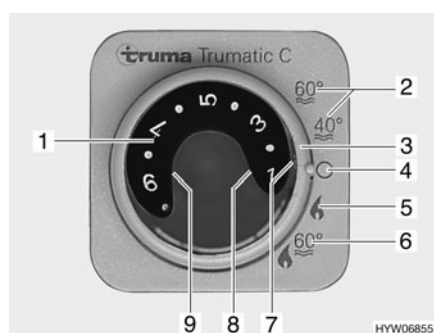

Fig. 157 Unité de commande pour chauffage/chauffe-eau
- Régler le mode de régime à l'aide de l'interrupteur tournant (Fig. 157,3).
Régime hiver Le chauffage règle le degré d'allumage automatiquement en fonction de la température ambiante requise. Une fois que la température ambiante désirée est atteinte, le brûleur s'éteint. La température intérieure est mesurée avec la sonde de température qui se trouve à côté du panneau de contrôle. En mode "Chauffage et chauffe-eau" (Fig. 157,6) l'eau est également chauffée dans le chauffe-eau. Il est possible de faire fonctionner le chauffage en mode "Chauffage sans chauffe-eau" (Fig. 157,5) et le chauffe-eau vide.
- Régler le bouton tournant de température (Fig. 157,1) de l'unité de commande sur la température de chauffage désirée.
- Régler l'interrupteur tournant (Fig. 157,3) en régime hiver "Chauffage sans chauffe-eau" (Fig. 157,5) ou en régime hiver "Chauffage et chauffe-eau" (Fig. 157,6).
Le voyant de contrôle vert (Fig. 157,7) s'allume.
- Régler l'interrupteur tournant (Fig. 157,3) sur "O" (Fig. 157,4).
La combinaison régime au gaz et régime électrique 230 V permet de raccourcir la période de chauffage (uniquement possible lorsque le chauffage sur l'unité de commande (Fig. 157) est réglé sur régime hiver).